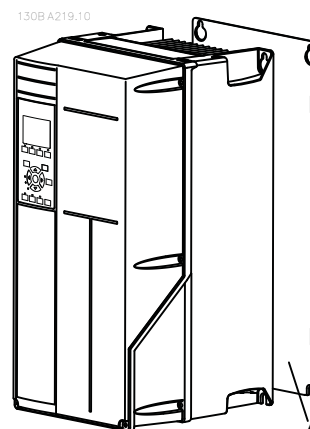
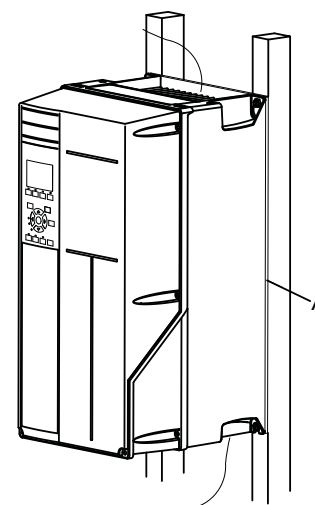

Abbildung 2.2 Ordnungsgemäße Montage mit Rückwand
Abbildung 2.3 Ordnungsgemäße Montage an einem Montagegerahmen
- Sorgen Sie durch Montage des Geräts auf einer ebenen, stabilen Oberfläche oder an der optionalen Rückwand (siehe *Abbildung 2.2* und *Abbildung 2.3*) für eine ausreichende Luftzirkulation zur Kühlung.
Im Bild *Abbildung 2.2* und *Abbildung 2.3* bezeichnet „A“ eine Rückwand, die für die erforderliche Luftzirkulation zur Kühlung des Geräts ordnungsgemäß montiert ist.